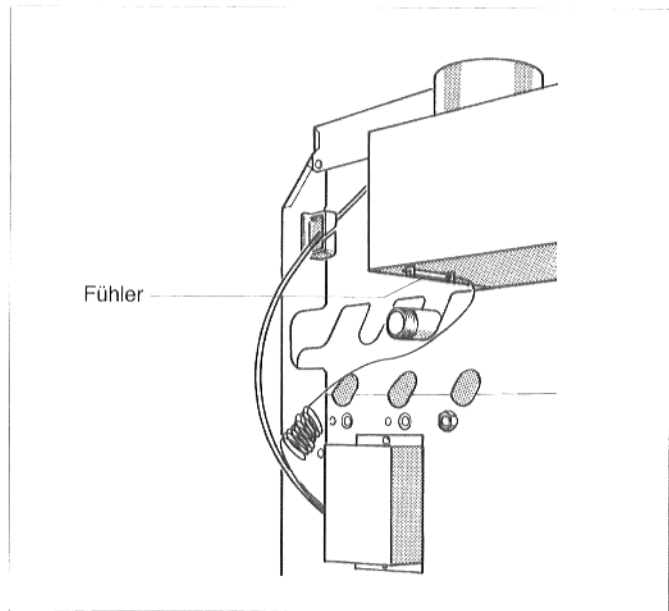

Abb. 33: Fühler Abgasüberwachung
- Abgastemperaturfühler von der Strömungssicherung abschrauben (Abb. 33).